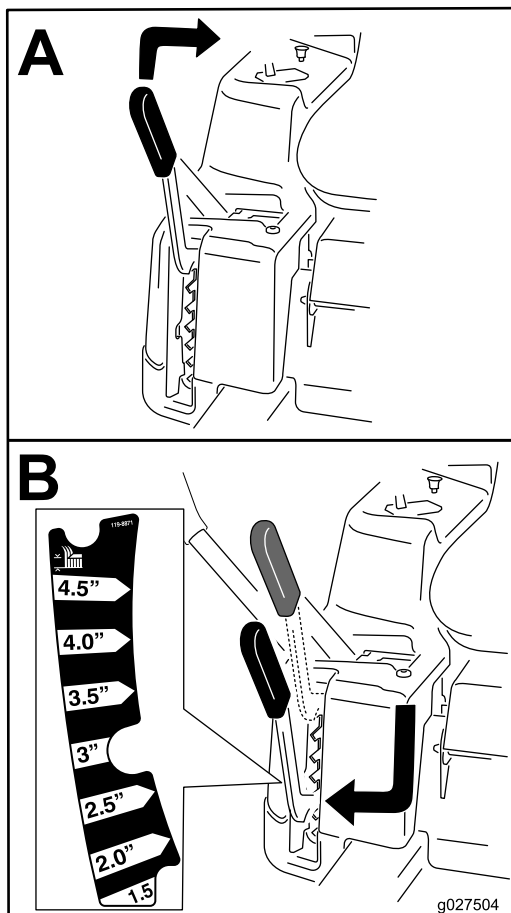

Figura 23
**Nota:** La posición de transporte es la posición de altura de corte más alta, 115 mm (4½"), según se muestra en Figura 23.